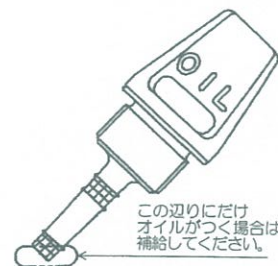
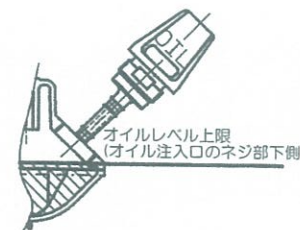

図1
図2
- エンジンを水平にし、オイルゲージを外しゲージの上限・下限マークの範囲内までオイルがあるか点検してください。不足している場合（特に、オイルゲージをクランクケースに差し込んだ状態（ねじ込みしない）で、ゲージの先にしかオイルがつかない場合（図1））は、新しいオイルを図2の位置まで補給してください。
(1) エンジンを水平にし、オイルゲージを外してください。
(2) オイルを注入口の口元まで補給してください(前頁図2)。